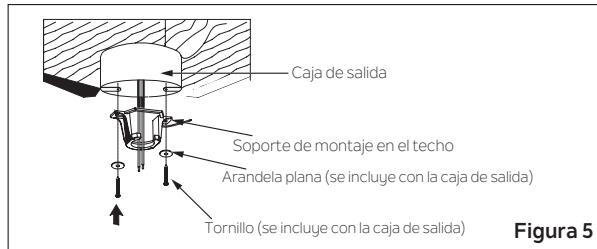

Figura 5
Paso 1. Antes de conectar el ventilador a la caja de salida (no incluida), asegúrese de que la caja de salida esté bien sujetada a al menos dos puntos de un miembro estructural del techo (una caja suelta hará que el ventilador oscile). Pase los cables de suministro de 120 voltios desde la caja de salida del techo a través del centro del soporte de montaje en el techo. Instale el soporte de montaje en la caja de salida en el techo usando los tornillos y las arandelas incluidos con la caja de salida. **(Figura 5)**